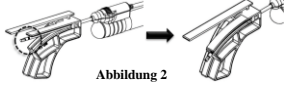

Abbildung 2
- Sicherstellen, dass die beiden schwarzen Markierungen auf der Kanüle vor dem Biegen über das Ende der Biegeelemente hinausragen (**Abbildung 2**). Wenn diese Markierung nicht über das Ende des Biegeelementes hinausragt, funktioniert das Handstück möglicherweise nach dem Biegen nicht richtig.
**HINWEIS:** Die Kanülenspitze für die Handstücke mit 15 G und 10 cm sowie mit 13 G und 10 cm reicht, wie in **Abbildung 2** dargestellt, nicht über das Biegeelement hinaus. Diese Handstücke daher vor dem Biegen vollständig (bis sie nicht mehr weiter vorgeschoben werden können) in das Biegeelement einführen.